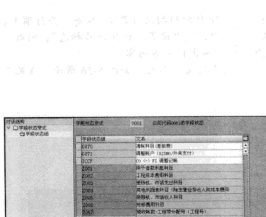

图 5-54 “字段状态变式”界面
STEP 1 在命令栏输入 SPRO 命令，通过菜单选择“财务会计→总账会计→业务往来→总账科目过账→执行并检查凭证设置→维护字段状态变式”选项，进入“字段状态变式”界面，如图 5-54 所示。在此界面中，可以看到字段状态变式中，对应的有不同的字段状态组。